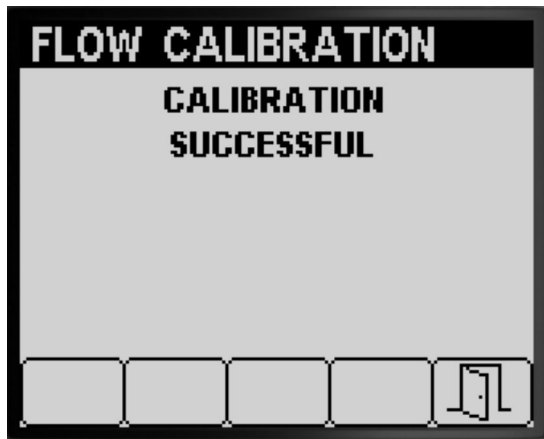
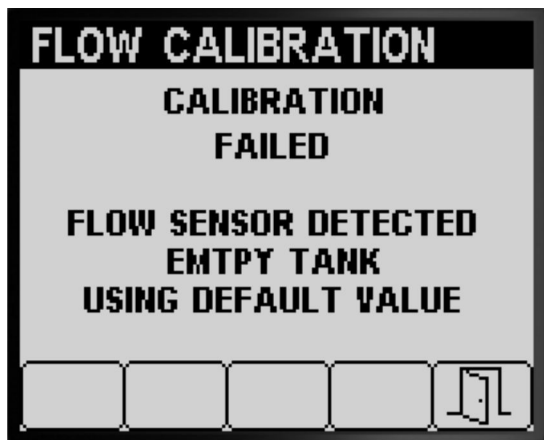

Figure 55
Figure 56
- Message confirmant la réussite de l'étalonnage de débit (Figure 55).
- Message indiquant l'échec de l'étalonnage de débit (Figure 56).
3. Appuyez sur le bouton 5 pour quitter l'écran Étalonnage de vitesse (Figure 55, Figure 56 et Figure 57).